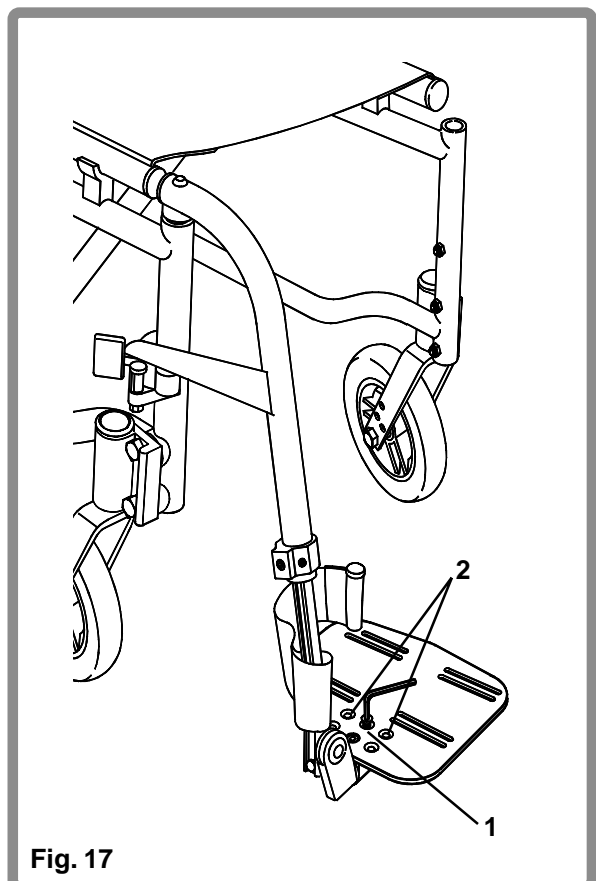

Fig. 17
Voor het afstellen van de hoek van de voetplaat (Fig. 17), draait u de twee bevestigingsschroeven (1) zover los dat de voetplaat kan draaien. (Gebruik een 4mm inbussleutel). Draai de voetplaat in de gewenste hoek en draai de schroeven weer vast op een aanhaalmoment van 7-12Nm.
Voor het afstellen van de diepte van de voetplaat (Fig. 17), verwijdert u de twee schroeven en verplaatst u de voetplaat, door middel van de verschillende afstelgaten (2), in de gewenste diepte positie. Plaats de schroeven terug en draai ze vast op een aanhaalmoment van 7-12Nm.